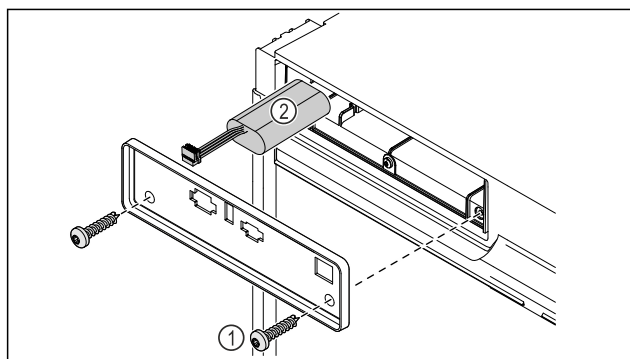

Fig. 228
- ▶ 旋出螺栓并移除冰箱背面的盖板 Fig. 228 (1)。
- ▶ 拔下并取出电池 Fig. 228 (2)。